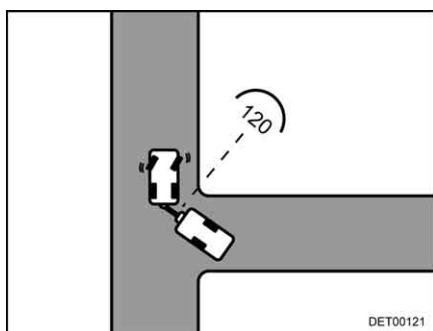

Fig. 20 Manœuvre à effectuer
- Dès que les deux véhicules se trouvent dans un angle de 120° l'un par rapport à l'autre, s'arrêter (Fig. 20).